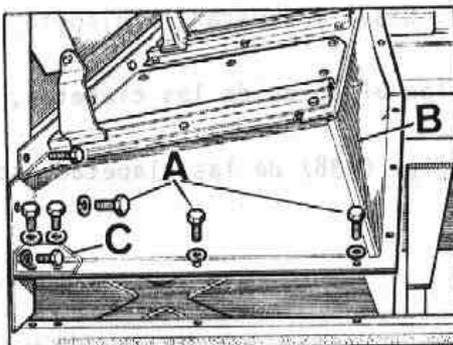

Fig. Q-39 Desmontaje de la base de asiento
1.3. Soltar los tornillos de fijación, A (Fig. Q-39) de la base de asientos, B, y separar los soportes para los cinturones de seguridad, C.